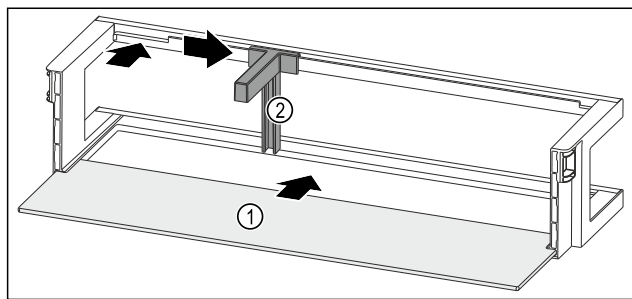

Fig. 67 Balconnet de contre-porte avec tablette de rangement
- Insérer la tablette de rangement Fig. 67 (1) dans les évidements latéraux.
- Insérer le range-bouteilles Fig. 67 (2) dans l'évidement.
- Pousser le range-bouteilles Fig. 67 (2) sur le côté en position souhaitée.